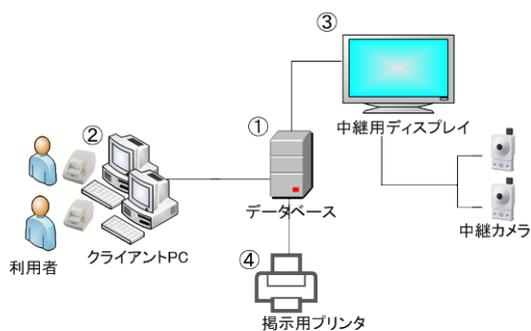

図 1 システム構成
今回、抽選結果の発表は、当校のモノづくりフェスタでは例年実施している体験コーナーの中継用大型ディスプレイの中継途中に抽選結果を割り込み表示させ、抽選券の発行には小型の高速ラベルプリンタを導入した。システムの大まかな構成は、図 1 の①～④のとおりである。